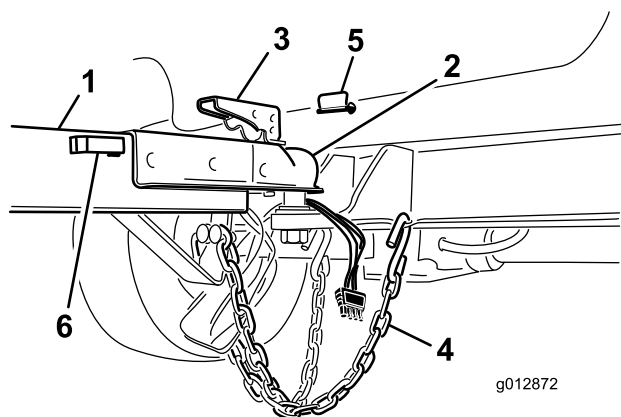

Figura 8
5. Riponete il connettore di cablaggio nella fondina del tubo dell'attacco di traino (Figura 8).
2. Sollevare la leva del giunto sul timone abbassando nel contempo la copertura sull'attacco a sfera (Figura 8).
4. Montate il perno per bloccare la leva del giunto (Figura 8).
5. Incrociate le catene di sicurezza e collegatele ai fori presenti sull'attacco di traino (Figura 8).